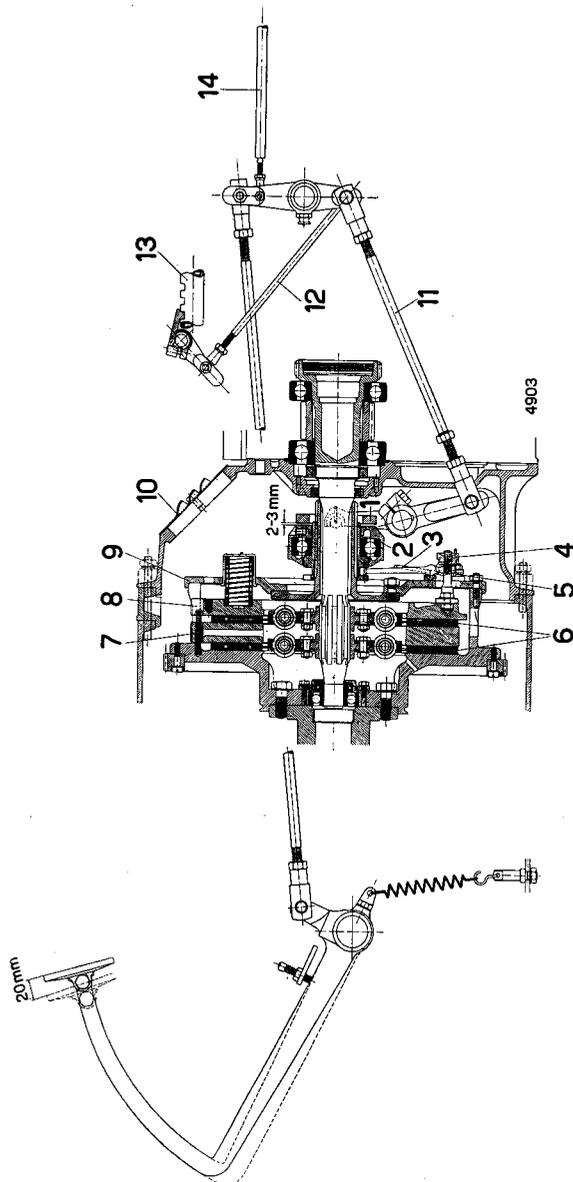

Fig. 51
Le couple moteur est transmis à la boîte au moyen de l'embrayage. Celui-ci est à friction et le disque d'embrayage est monté sur ressorts. Lors du débrayage le mouvement de la pédale d'embrayage passe par la tringlerie réglable au levier d'embrayage, puis à la butée et de là au manchon de débrayage. Lorsque le manchon presse sur les leviers de débrayage le disque est éloigné du plateau d'embrayage (fig. 51). Le disque intermédiaire 7 de l'embrayage à deux disques du 5 T 4×4 est mu à l'aide de ressorts fixés longitudinalement. L'arbre de transmission de la boîte à vitesses repose dans un roulement à billes logé dans le volant.
Fig. 51 a Démontage des disques d'embrayage
- Placer la vis 1 (fig. 51 a), qui supportera la pression des ressorts entre le couvercle 9 et la plaque de pression 8.
Fig. 51 b Montage des leviers d'embrayage